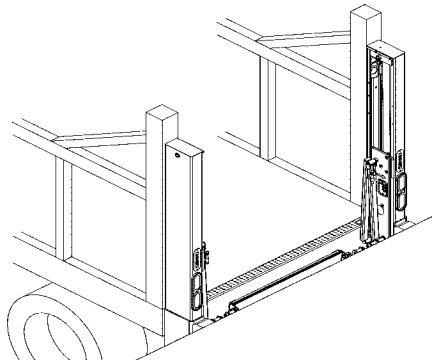

FIG. 29-2
3. Retroceda el vehículo hasta llegar al muelle (FIG. 29-2). Ahora puede mover carga entre el muelle y el vehículo.